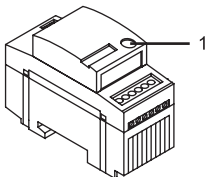

Fig. 5
Les fonctions Variateur suivantes sont activées via différentes durées de commande de la touche de fonction (voir Fig. 5).
- Régler la valeur de luminosité souhaitée avec le bouton tournant ou le bouton-poussoir. Appuyer ensuite pendant un court instant sur la touche de fonction (Fig. 5).